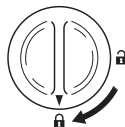

Figure 4 – Verrouiller le couvercle
7. Fermer le couvercle du boîtier aseptique et tourner son verrou à 90° dans le sens horaire jusqu'à ce que l'ergot s'encliquette en place. Vérifier que le repère coïncide avec le symbole de verrouillage (Figure 4).